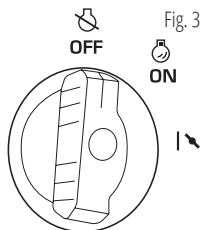

Fig. 3
3. Setati comutatorul motor multifuncțional pe poziția „OFF” (Fig. 3).